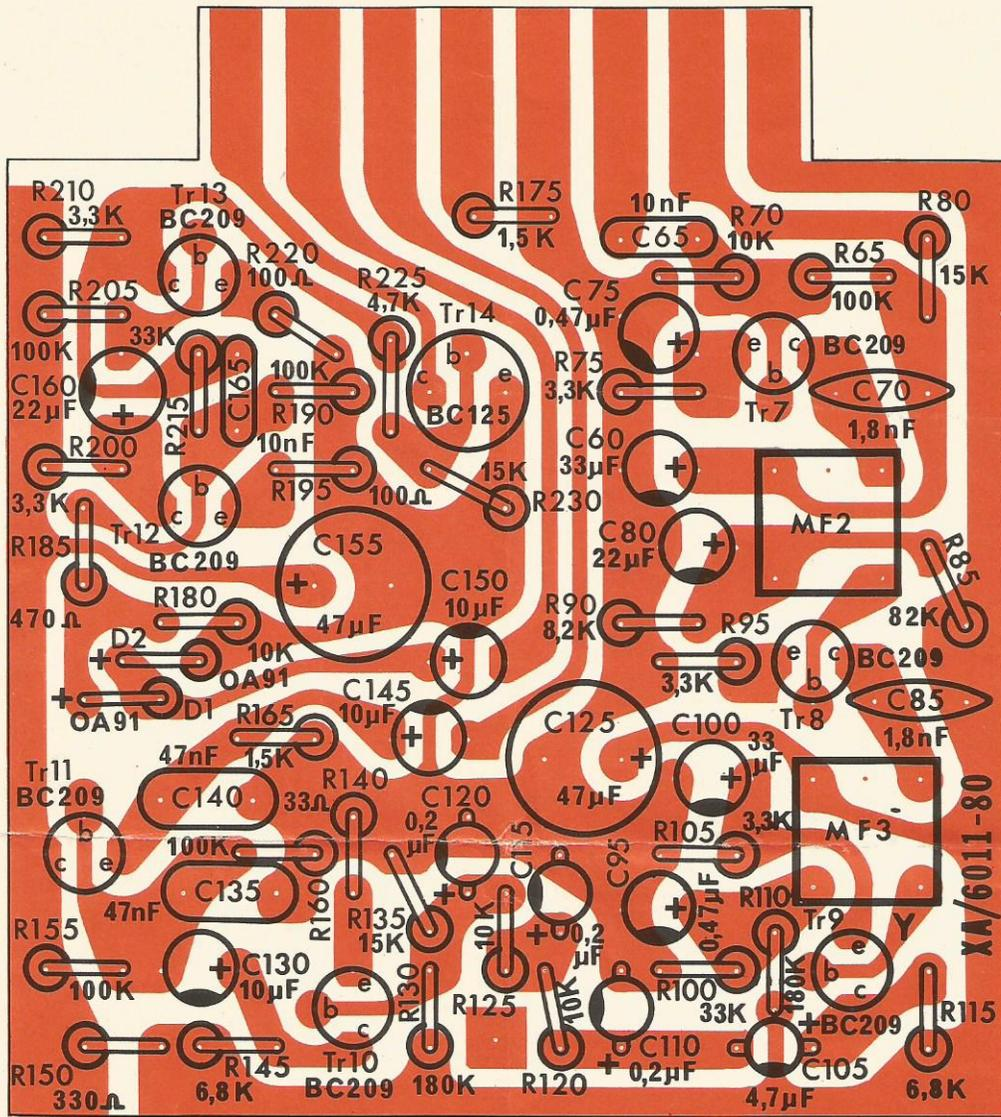

Fig. 7 - Serigrafia del ricevitore.
Prendere ora la basetta (17) fig. 3 corrispondente al ricevitore (fig. 7). E' la parte più complessa dell'intero Kit, quindi, a scanso di spiacevoli sorprese, bisogna porre sin dall'inizio la massima attenzione alla disposizione dei singoli componenti.
Saldare inoltre un pezzo di treccia isolata lungo 2 o 3 cm al punto Y del circuito stampato di fig. 7, facendo attenzione a non provocare falsi contatti con altri componenti e con le piste vicine. Il suddetto punto Y costituisce l'uscita dell'intero amplificatore accordato. Per effettuare la taratura, è molto importante che il fascio di ultrasuoni ricevuto non sia modulato da movimenti. Allo scopo, piazzare l'allarme a circa mezzo metro da uno schermo immobile, che può essere un muro. Durante la taratura non bisogna muovere il complesso. Ora, se non l'avete già fatto, bisogna togliere corrente ed infilare il C.S. completo nella sua presa, collegare un voltmetro elettronico tra il filo che